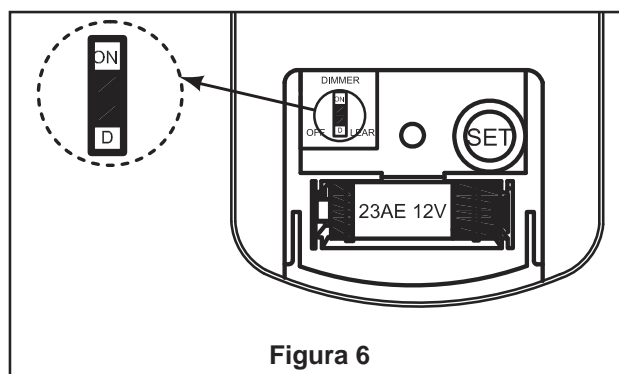

Figura 6
6. Fije adecuadamente la cubierta del tornillo de iluminación sobre los tornillos en la placa usando la función de bloqueo con giro de la ranura de clave. (Figura 6)
8. Conmutador “D” y “ON”: La selección “ON” es la selección regulable de luz y debe ser utilizada con todas las bombillas menos con las bombillas CFL. La selección “D” es la encender solo la luz (sin la función de regulación) y debe ser utilizada con bombillas CFL, ya que estas no pueden ser reguladas. El receptor ofrece la siguiente función protectora: (Figura 6)